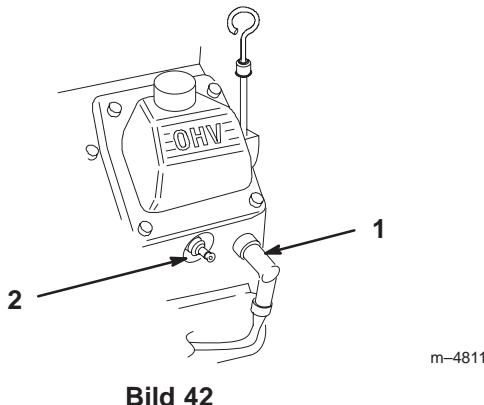

Bild 42
3. Ziehen Sie den/die Kerzenstecker von der(n) Zündkerze(n) (Bild 42). Reinigen Sie jetzt den Bereich um die Zündkerze(n), um zu verhindern, dass Schmutz in den Motor fällt und Schäden verursachen kann.
3. Drücken Sie den/die Kerzenstecker auf die Zündkerze(n) (Bild 42).